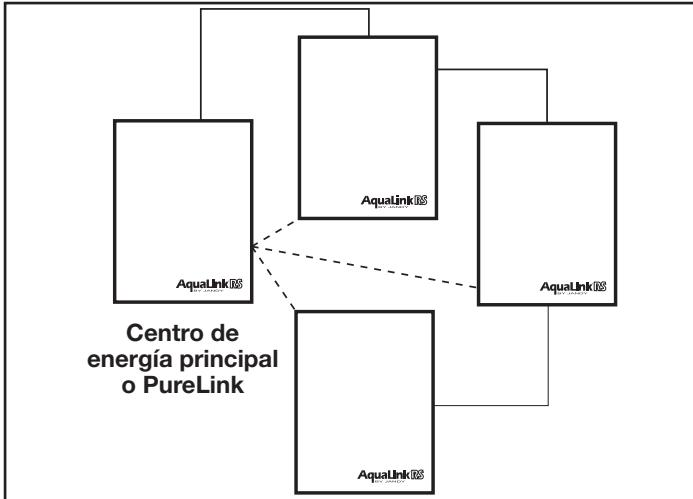

Figura 22. Cableado de múltiples centros de energía
- Los centros de energía auxiliar pueden cablearse “en serie”, a partir del centros de energía principal (línea continua) o cablearse “en paralelo” desde el centro de energía principal (línea discontinua). Consulte la Figura 22.